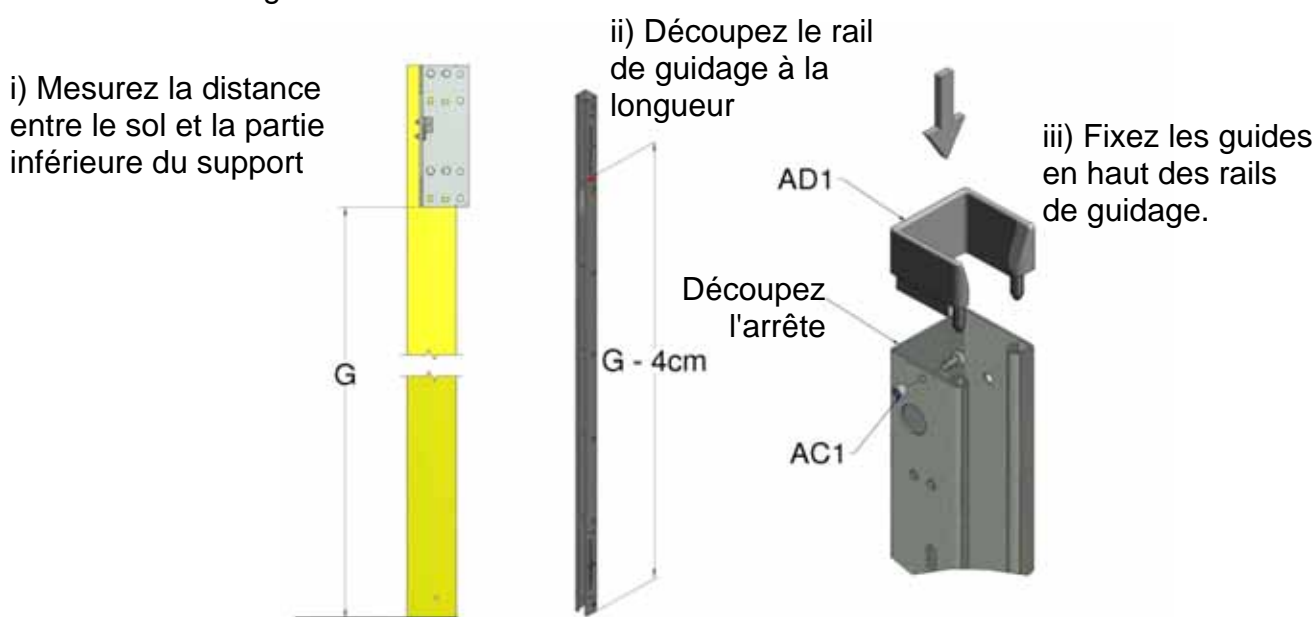

Figure 10, découpe de longueurs de rails de guidage
9. Découpez de manière égale deux rails de guidage (I1) afin de remplir l'espace entre le bas des supports supérieurs et le sol en prévoyant 4 cm pour le guide (AD1). Assurez-vous que l'extrémité non-découpée avec la fente et les trous se trouve vers le bas et prête à recevoir les loquets de verrouillage. Montez la paire de guides dans le coin supérieur des rails de guidage (extrémité coupée) et fixez-les à l'aide du boulon et de l'écrou M6x12 (AC1) sur la face avant, comme illustré dans la figure 10.